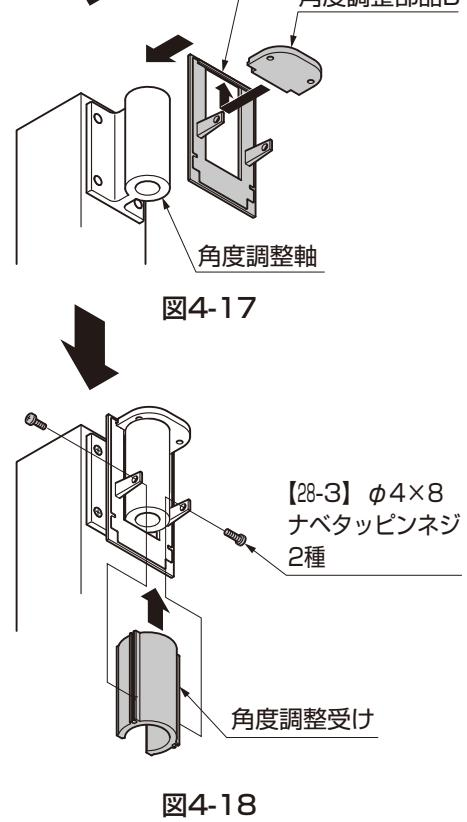

図4-18
- ⑤角度調整受けを角度調整部品Aにスライドしてはめ込み【28-3】で取付けてください。(図4-18参照)
- ⑥角度調整部材とフレームにフレーム取付金具を、【12-1】、【28-2】で取付けてください。